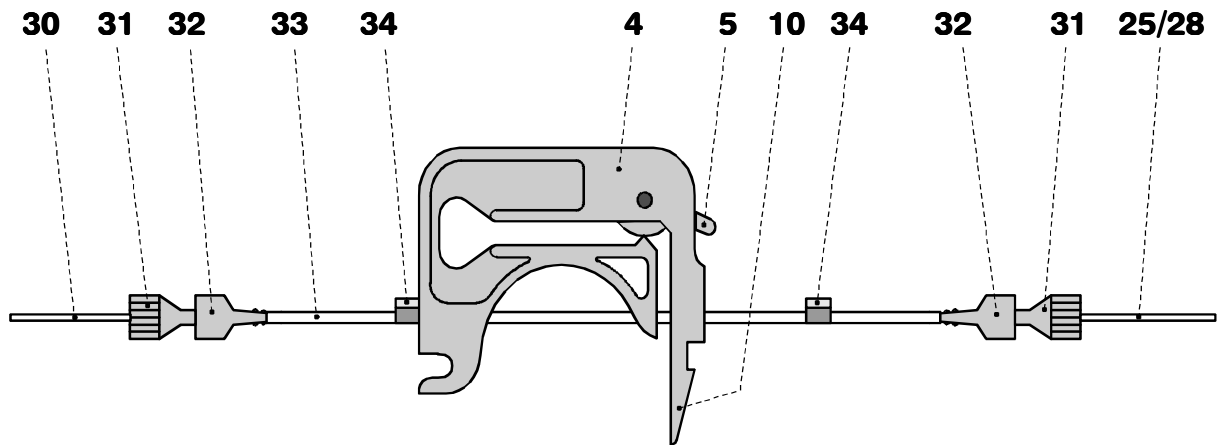

Abb. 7: Montieren der Pumpschläuche
- Je einen Pumpschlauch **33** (6.1826.050) gemäss *Abb. 7* in die beiden Schlauchkassetten einlegen. Der weiss-gelbe Stopper **34** muss dabei in der entsprechenden Halterung auf der linken Seite der Schlauchkassette einrasten.
- Am Ende der Einlasskapillare **25** eine PEEK-Druckschraube **31** (6.2744.010) montieren und diese auf die Kupplung **32** (6.2744.030) aufschrauben (siehe *Abb. 7*).
- Kupplung **32** auf das Ausgangsende des ersten Pumpschlauchs **33** aufstecken (siehe *Abb. 7*).
- An einem Ende des PTFE-Schlauchs **30** eine PEEK-Druckschraube **31** (6.2744.010) montieren und diese auf die Kupplung **32** aufschrauben (siehe *Abb. 7*).
- Kupplung **32** auf das Eingangsende des ersten Pumpschlauchs **33** aufstecken (siehe *Abb. 7*).
- Am Ende der Einlasskapillare **28** eine PEEK-Druckschraube **31** (6.2744.010) montieren und diese auf die Kupplung **32** (6.2744.030) aufschrauben (siehe *Abb. 7*).
- Kupplung **32** auf das Ausgangsende des zweiten Pumpschlauchs **33** aufstecken (siehe *Abb. 7*).
- Kupplung **32** auf das Eingangsende des zweiten Pumpschlauchs **33** aufstecken (siehe *Abb. 7*).